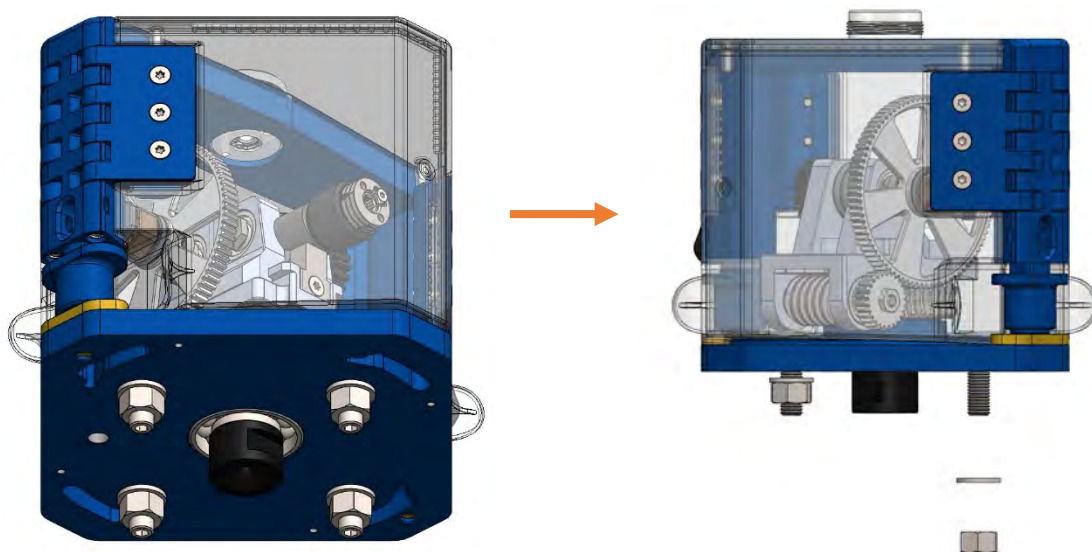

Figura 9
- Svitare i 4 dadi e rimuovere le 4 rondelle corrispondenti ai dadi svitati. Figura 9;